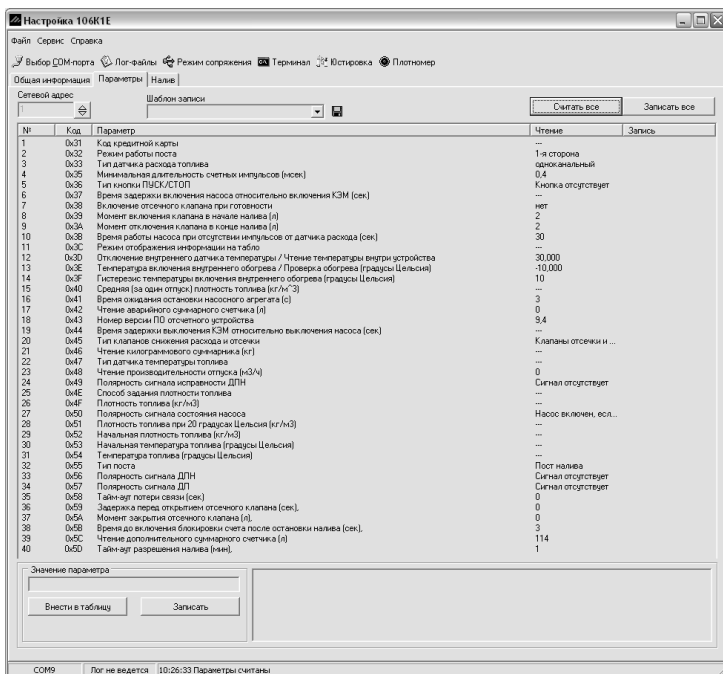

Рисунок 5
10.2.2 На вкладке "Параметры" (рисунок 5) можно просмотреть и при необходимости изменить значения параметров устройства.